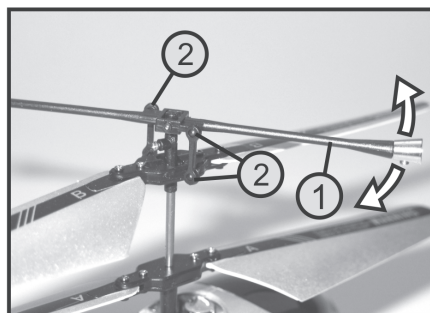

Figure 7
Déplacez à la main la barre de contrepois d'un côté vers le haut et vers le bas (voir flèche sur la figure 7) et contrôlez la souplesse des articulations à rotule (2) installées.